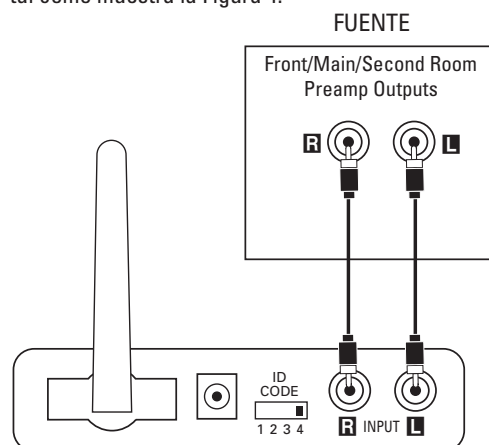

Figura 4.
**Paso 1.** Conecte el cable de interconexión (incluido) entre las salidas preamplificadas principales/frontales (o las salidas de zona 2 o las salidas de grabación REC) y las entradas del módulo transmisor ⑭, tal como muestra la Figura 4.